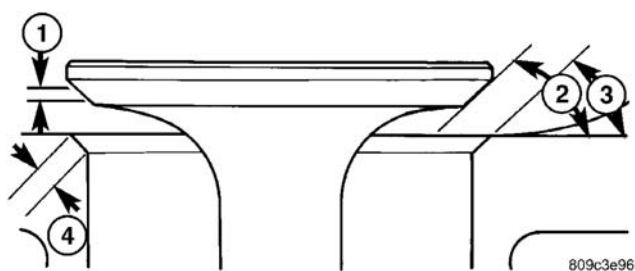

图 28 气门面和气门座
进气和排气气门和气门座加工成特定的锥度（图 28）。
(4) 当气门座正确地置定时，进气和排气门座的宽度应为 1.50—2.00mm (0.059—0.078in.) (图 28)。